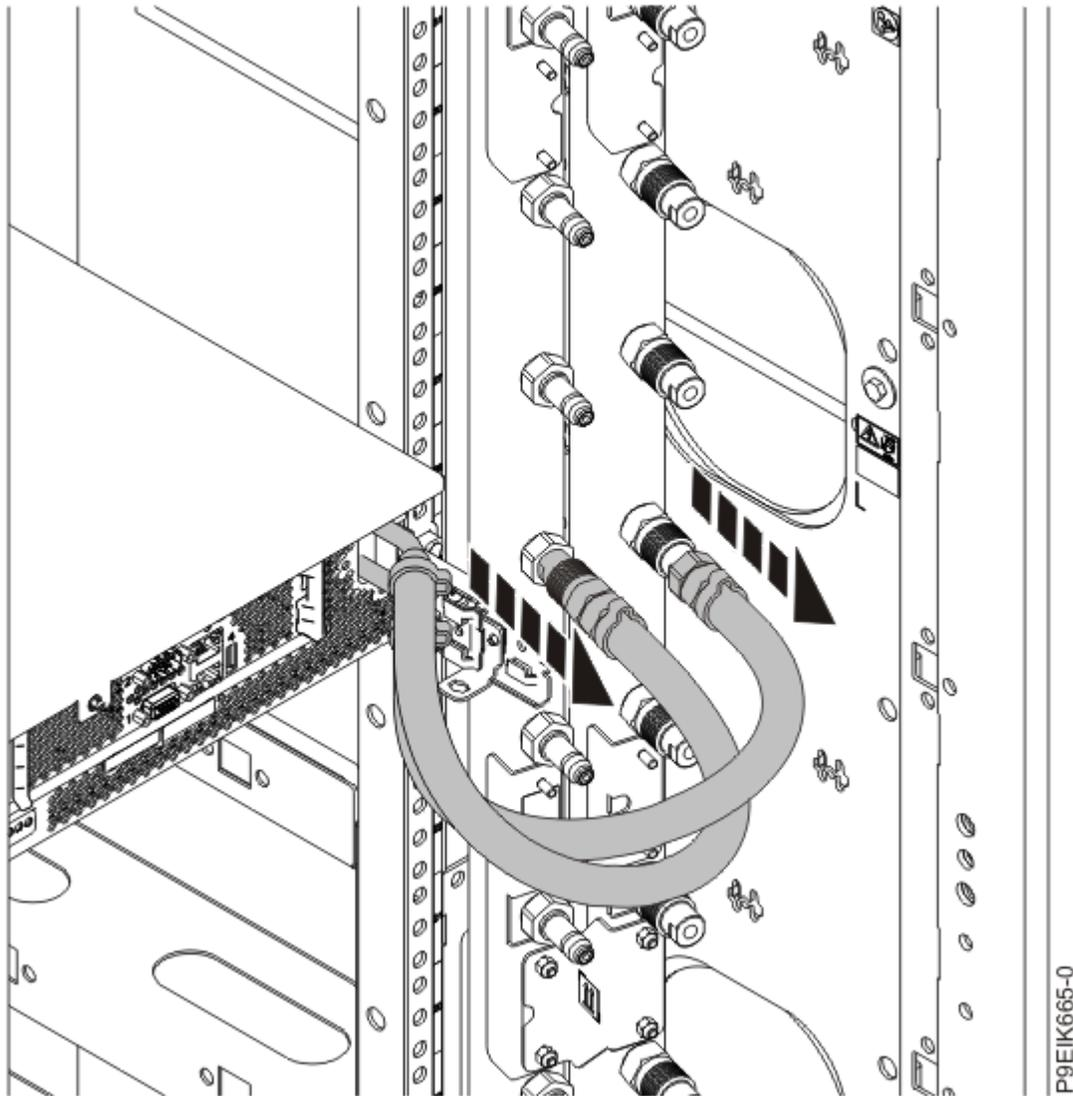

Figura 65. Desconectando as mangueiras de água
2. Para um sistema resfriado por água, identifique e desconecte as mangueiras de água no tubo de distribuição. Puxe o acoplamento na sua direção para desconectar as mangueiras de água, como mostrado na Figura 65 na página 109.